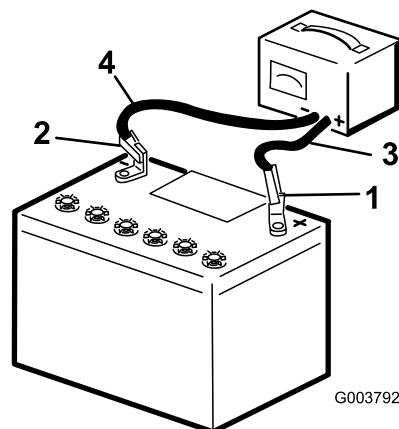

図 78
3. バッテリーのプラス端子にプラスケーブルを接続する 図 78。
4. バッテリーのマイナス端子にマイナスケーブルを接続する 図 78。
6. 充電が終わったら、充電器のプラグをコンセントから抜いてから、充電用のリード線をバッテリー端子から外す 図 78。